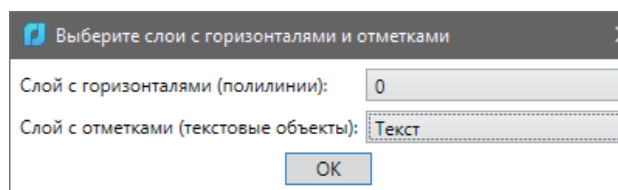

Рис. 20. Работа утилиты *isolines*
12. Осталось поднять полилинии на нужный уровень. Для этого подойдет специализированная LISP-утилита *isolines*, которая доступна для скачивания по ссылке в начале статьи (см. рис. 2). После подгрузки этого приложения (*APpload*) запустим команду *isolines* (рис. 20).